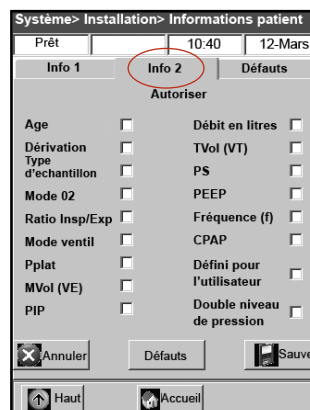

Figure H-8 : Écran "Système> Configuration> Information patient> Info 2"
- Sélectionnez **"Info 2"** puis chacune des options souhaitées (Figure H-8) :